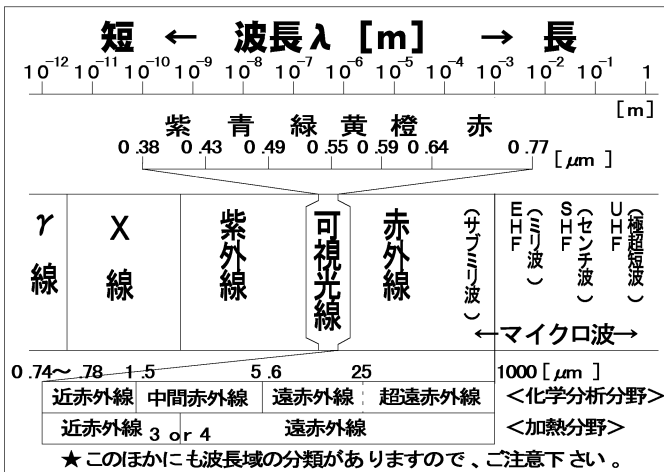

図1 電磁波の波長領域 (一部抜粋)
文献①によれば、赤外線の定義は「赤色光 0.74 μm-波長 1000 μm までの領域に相当する電磁波」であるが、遠赤外線については更に細分化されていて学会や業界毎に区分方法がまちまちである。参考としてその例を紹介する。(図1参照)